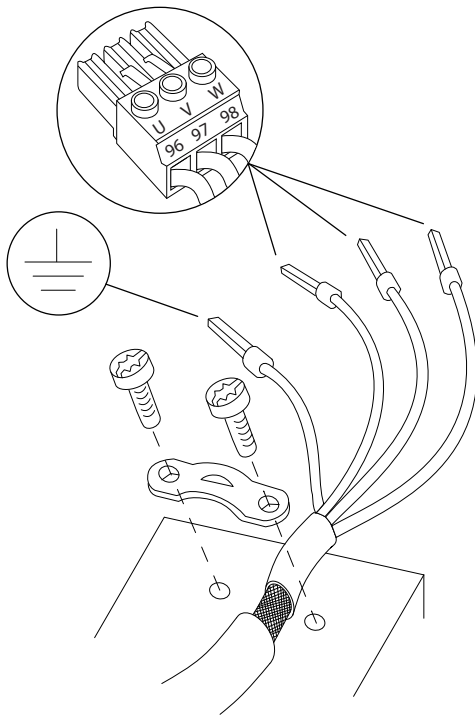

Bild 4.5 Motoranslutning
3. Anslut jordningsledning till närmaste jordningsplint i enlighet med jordningsinstruktionerna i 4.3 *Jordning*, se Bild 4.5.
4. Anslut trefasmotorkablarna till plint 96 (U), 97 (V) och 98 (W), se Bild 4.5.